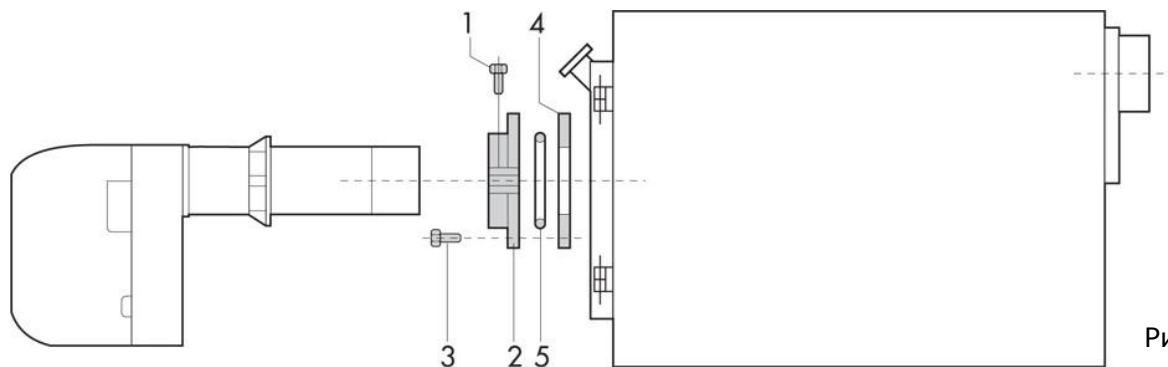

Рис. 2.
Горелку следует прикрепить к торцевой плите котла или нагревательной установке при помощи крепежного фланца (2) с соблюдением порядка, представленного на схеме выше (Рис. 2.). Для безопасности, после монтажа горелки, следует затянуть контргайку (1).